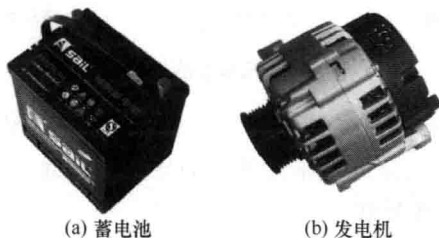

图 1-3 汽车电源
① 电源 电源是把其他形式的能转换为电能。汽车上装有两个电源, 即蓄电池和发电机, 图 1-3 (a) 为汽车蓄电池, 图 1-3 (b) 为汽车发电机。汽车电源的功能是保证各种用电设备和电子控制系统在各种工况下能正常工作。发动机不工作时, 蓄电池可为车辆提供全部动力; 启动车辆时, 蓄电池为启动机、点火系统和燃油系统等提供电力; 在车辆行驶过程中, 当暂时需要超过充电系统输出的电能时, 蓄电池又充作一个附加电源。